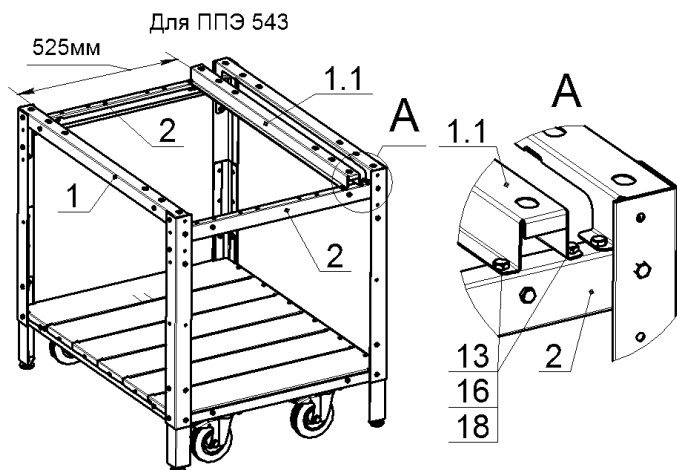

Рис.11.
11. На профили боковые, верхние, поз.2 установить профиль опорный, верхний, поз.1.1 (885мм) и закрепить его при помощи болтов М6, гаек и шайб, поз.13, 16 и 18, как показано на рис.11. Гайки затянуть.
Для установки на подставку печи подовой ППЭ 543нп, профиль опорный, верхний, поз.1.1 установить на расстоянии 525мм от профиля лицевого, верхнего, поз.1, как показано на рис.11.